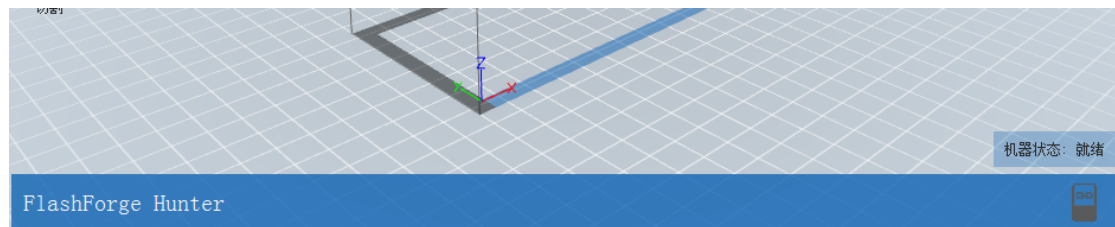

图6-10
④成功将打印机与电脑连接后，在软件界面右下角（图6-10）可以看到机器处于就绪状态。